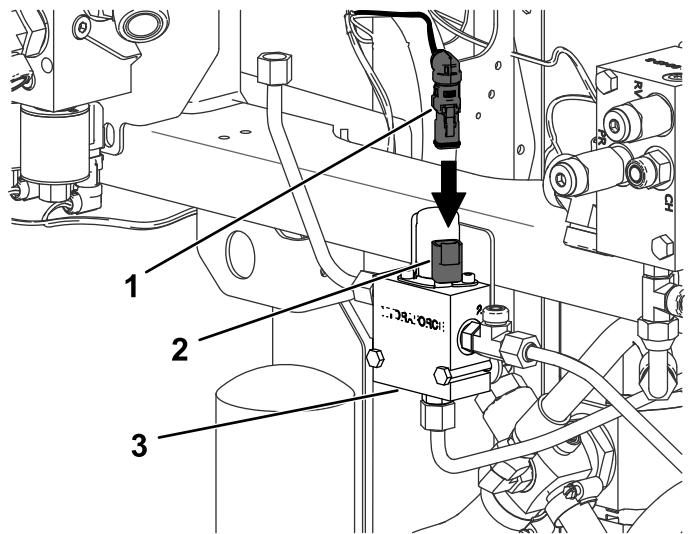

Figura 31
12. Conecte el conector acodado del arnés de cables nuevo a la bobina del distribuidor de 3 vías Figura 31.